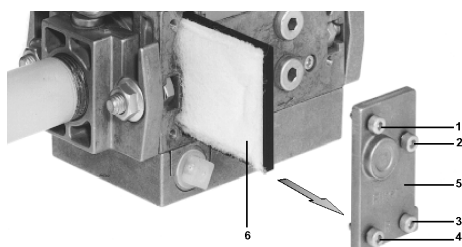

Рис. 23
- 2 Отвинтите винты 1 ÷ 4 шестигранным ключом № 3 и снимите крышку фильтра 5 на Рис. 23.